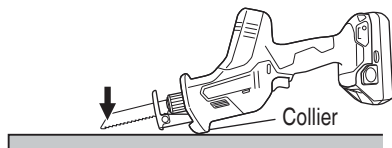

Fig. 25
- (1) Appuyez le socle contre le matériau, en gardant la pointe de la lame éloignée du matériau lorsque vous appuyez sur la gâchette. (Fig. 25).